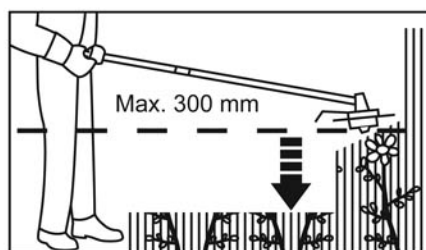

Fig. 24
- > Ne levez jamais la tête de coupe au-dessus de la hauteur de vos hanches (Fig. 24); plus la tête de coupe est haute, plus le risque de projection d'objets augmente.